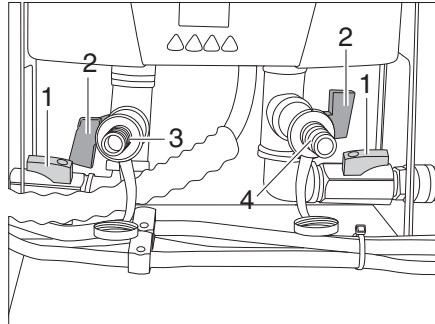

Bild 185 Durchlauferhitzer
- Schwarze Ventile (Bild 185,1) schließen.
- Zusätzlichen Ablassschlauch, welcher ins Freie führt, am linken Anschluss (Bild 185,3) anschließen.
- Am rechten Anschluss (Bild 185,4) des Durchlauferhitzers (Kaltwasserseite) Druckluft anschließen.
- Rote Entleerungsventile (Bild 185,2) öffnen.